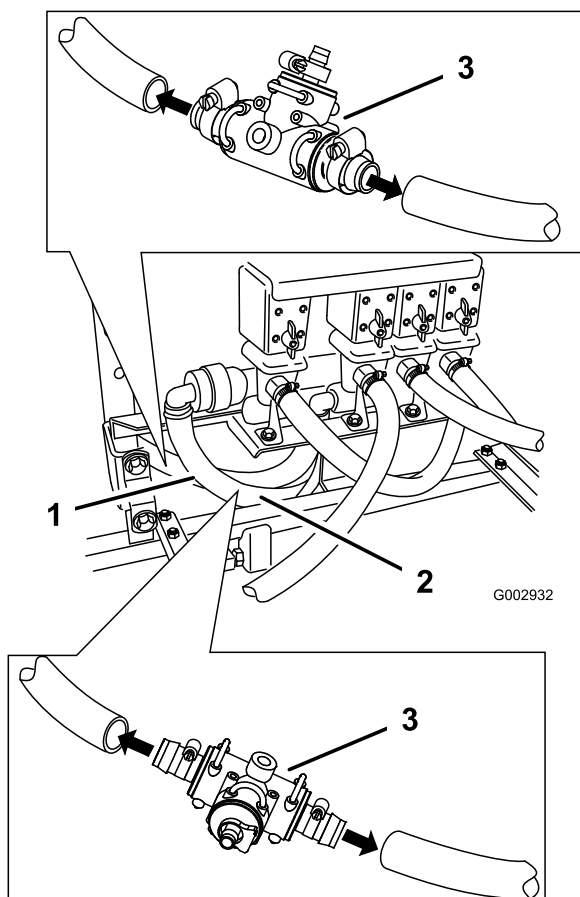

Figura 13
9. Corte o tubo de derivação a meia distância entre as válvulas da rampa e o depósito (Figura 13).
10. Aplicando sabão líquido no dentado, insira um conjunto de T S53 na abertura e fixe-o com 2 braçadeiras de tubo grandes (Figura 13).
11. Corte ao meio o tubo de alimentação da agitação (Figura 13).
12. Aplicando sabão líquido no dentado, insira um conjunto de T S53 na abertura e fixe-o com 2 braçadeiras de tubo grandes (Figura 13).